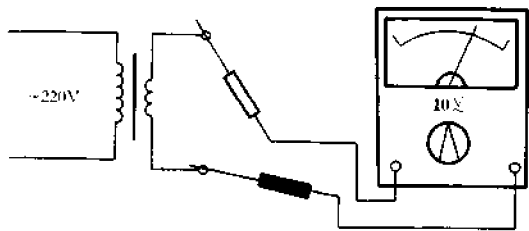

图 2-13 测量交流 6V 电压
**实例二:**见图 2-13。被测对象为某电源变压器次级电压(AC6V),仍使用 MF500 型万用表。先将乙开关(在表面右侧)拨至“V”挡,再将甲开关(在表面左侧)拨至“10V”挡,确认无误后,将两表笔并联接在测试点 A、B 端,并从“10V”刻度线上读取测试结果为 6V。